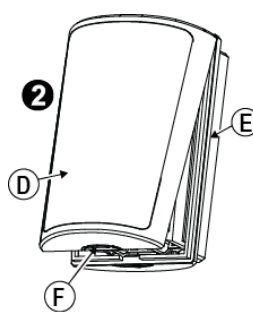

Figura 5 - Apertura dell'unità
1. Separare la base dal coperchio (vedere Figura 5).